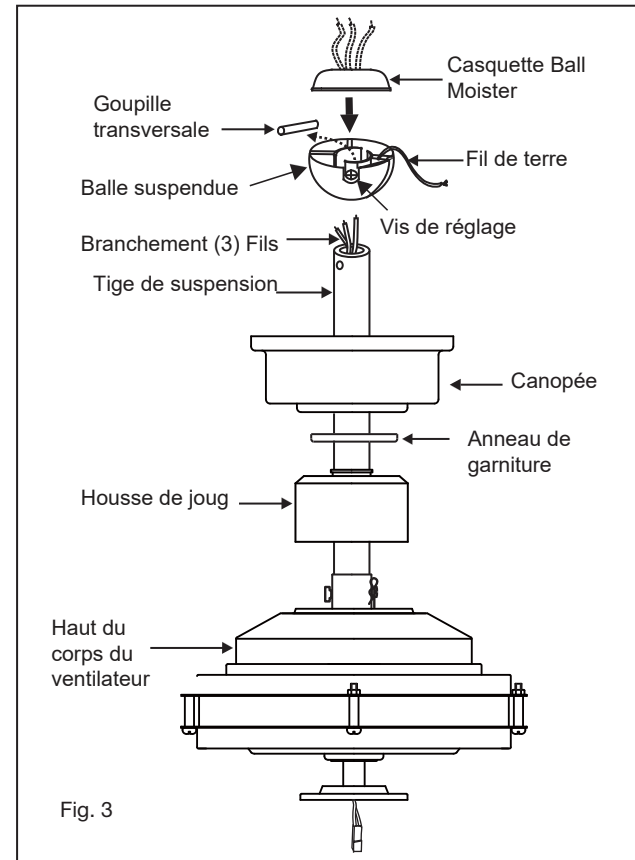

Fig. 3
- 6 Glissez le couvercle de l'étrier, l'anneau de garniture et la verrière sur la tige de suspension. (Fig.3)
- 8 Faites passer les fils à travers les trous du capuchon d'humidité de la bille en caoutchouc et faites glisser le capuchon vers le bas sur le dessus de la bille. (Fig.3)
Un flux d'air VERS LE BAS crée un effet de refroidissement comme illustré à la figure 3. Cela vous permet de régler votre climatiseur sur un réglage plus chaud sans affecter votre confort.